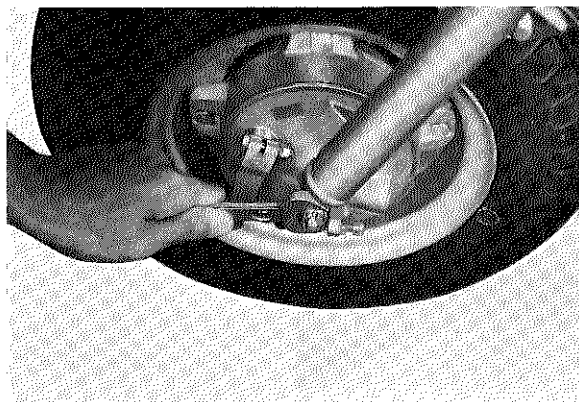

Fig. 5-1-4
4. Remove the front axle nut. (Fig. 5-1-4)
4. Enlever l'écrou d'axe de roue avant (Fig. 5-1-4).
4. Vorderachsmutter abschrauben. (Fig. 5-1-4).